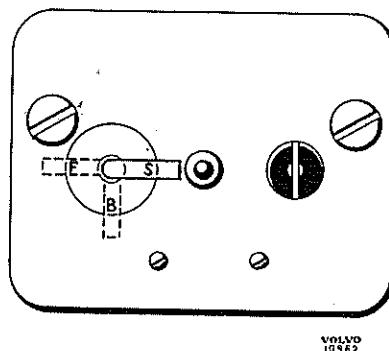

Fig. 5. Position du robinet d'alimentation.
Le robinet d'alimentation est placé sur la gauche du tableau de bord. Les différentes positions de ce robinet sont décrites sur la figure 5. Pour le T 25, B = réservoir principal et F = nourrice de réserve.
1. Tourner le robinet à 3 voies du réservoir à combustible à la position essence sur les modèles T 24 fonctionnant au pétrole, et sur le réservoir principal sur les modèles T 25 fonctionnant à l'essence. Voir figure 5 pour les différentes positions du robinet à 3 voies. Si le